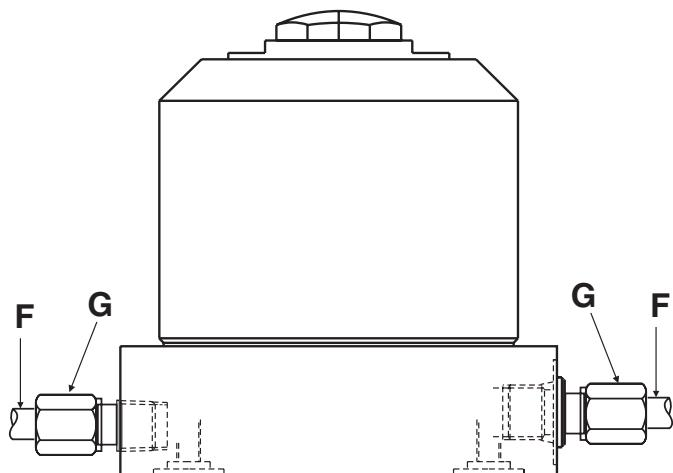
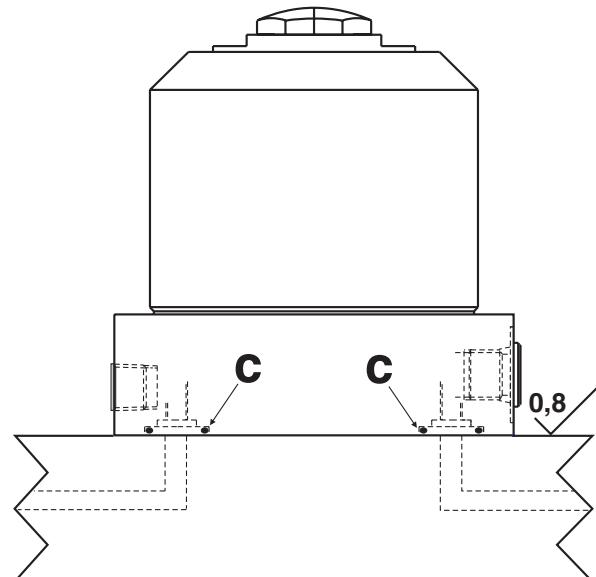

Figura 4 - Supporto di lavoro "a spuro dell'aria"/"pneumatico" che usa l'attacco laterale di sfiato
Figura 5 - Supporto di lavoro "a spuro dell'aria"/"pneumatico" che usa l'attacco di sfiato del collettore
1. Collegare una linea d'alimentazione dell'aria (elemento F) all'attacco laterale di sfiato (vedi Figura 4) o all'attacco di sfiato del collettore (vedi Figura 5). Se ci si collega all'attacco laterale di sfiato, rimuovere prima il raccordo di sfiato. Se ci si collega all'attacco di sfiato del collettore, rimuovere dall'attacco il tappo filettato e la guarnizione in rame, lubrificare leggermente l'O-ring fornito ed installare l'O-ring nella sede di dimensioni maggiorate dell'attacco.
3. Collegare una linea d'alimentazione dell'aria (elemento F) all'attacco laterale di sfiato (vedi Figura 4) o all'attacco di sfiato del collettore (vedi Figura 5). Se ci si collega all'attacco laterale di sfiato, rimuovere prima il raccordo di sfiato. Se ci si collega all'attacco di sfiato del collettore, rimuovere dall'attacco il tappo filettato e la guarnizione in rame, lubrificare leggermente l'O-ring fornito ed installare l'O-ring nella sede di dimensioni maggiorate dell'attacco.